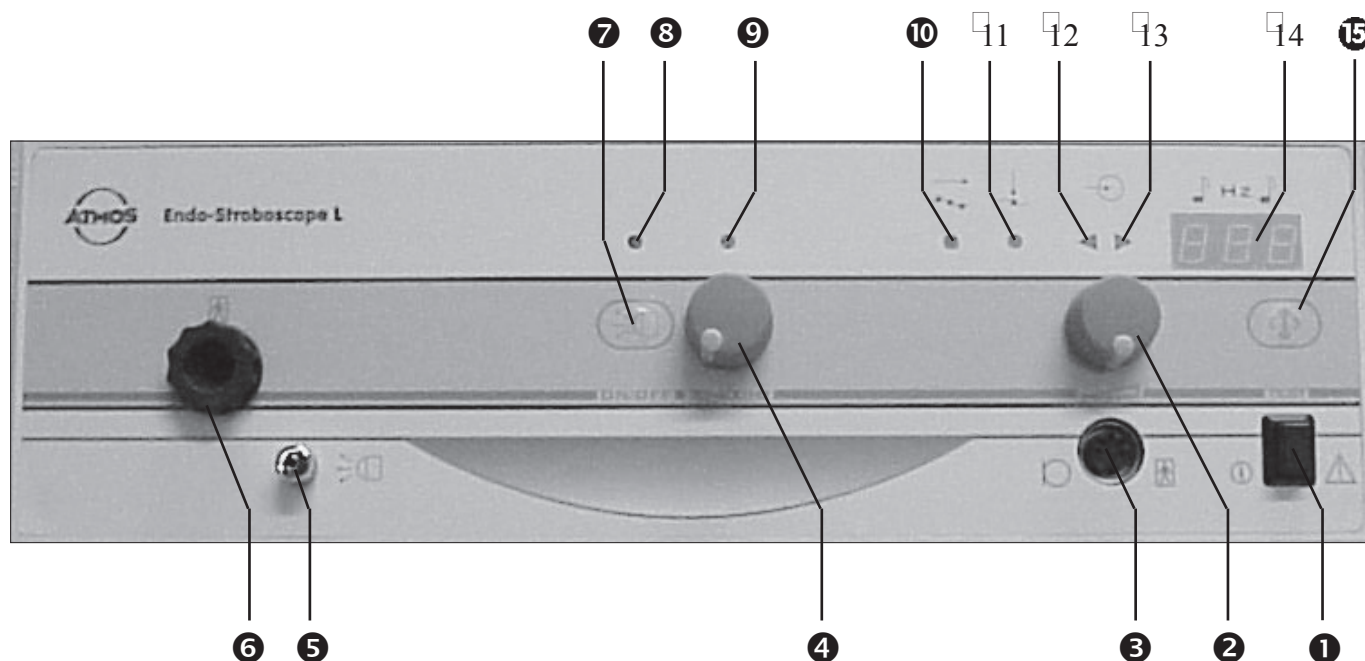
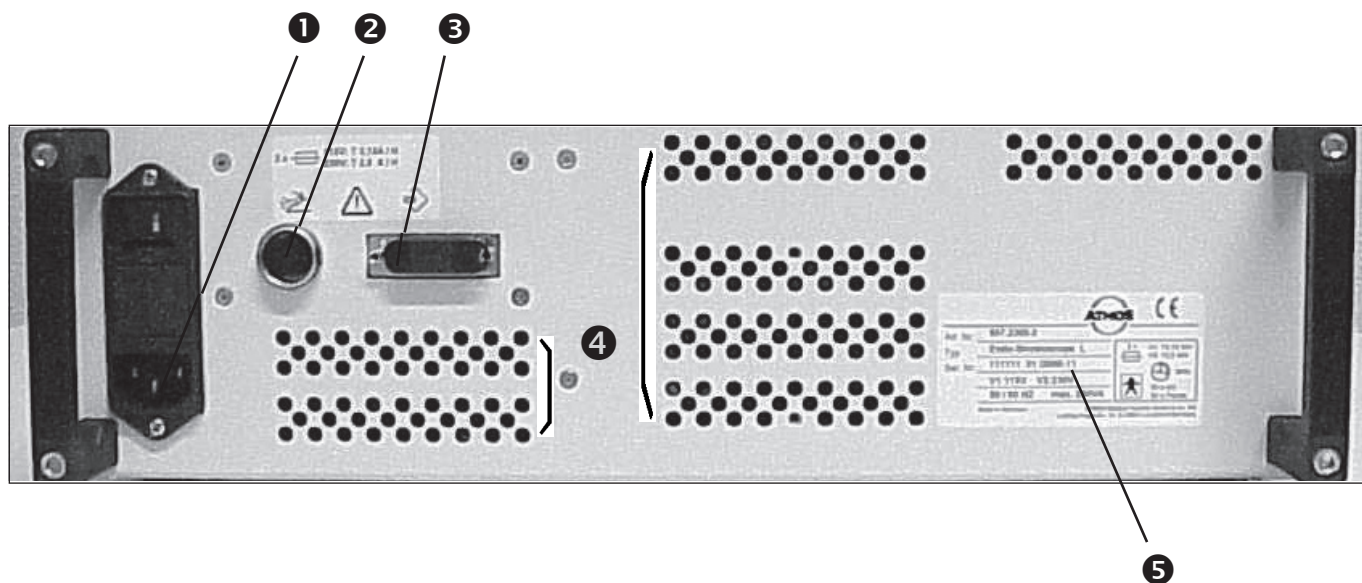

Fig. 3.
Fig. 4.
El cable de red se enchufa en la conexión a la red (❶, Fig. 4, Pág. 11) situada en la parte superior del aparato. El enchufe se debe conectar a una caja de enchufe de protección que esté instalada de forma reglamentaria.
El micrófono se conecta al casquillo de entrada (❸, Fig. 3, Pág. 10) y el enchufe se fija enroscando el casquillo hacia la derecha. El pedal regulador, se enchufa y enclava al correspondiente casquillo (❷, Fig. 4, Pág. 11) en la parte posterior del aparato. El laringoscopio y el cable de fibra óptica se enchufan en la correspondiente conexión. La conexión multi-funcional (❹, Fig. 4, Pág. 11) en la parte posterior del aparato según IEC 601-1/EN60601-1, está exclusivamente para conectar aparatos médicos con los que no existe riesgo de tensiones externas.
Conecte el aparato con el interruptor de conexión y desconexión (❶, Fig. 3, Pág. 10).
Después de conectarse, el aparato realiza una verificación automática de segmentos (❷, Fig. 3, Pág. 10), durante unos segundos aparece
Durante la fonación, los dos triángulos que indican el nivel de entrada (❷ + ❸, Fig. 3, Pág. 10) deben estar iluminados con la misma intensidad. En caso contrario, debe girar el regulador de ajuste para el nivel de entrada (❷, Fig. 3, Pág. 10) en dirección del triángulo más luminoso hasta obtener más o menos la misma intensidad. Este ajuste no es un factor muy crítico y también se puede variar un poco si en determinados casos resultara ventajoso hacerlo. Sin embargo, no tiene sentido aumentar la sensibilidad muy por encima de lo necesario porque debido a la elevada sensibilidad de respuesta del aparato el ruido ambiental y los sobre-tonos empeorarían el resultado. La sensibilidad de entrada completa, normalmente sólo se necesita en el caso de pacientes que tengan la voz muy débil y al mismo tiempo un tono de voz muy alto.
Pulse la tecla (7, Fig. 3, Pág. 10) hasta que se ilumina el display (8, Fig. 3, Pág. 10). A continuación conecte el manguito de aire a la conexión (5, Fig. 3, Pág. 10).
Pulse la tecla (7, Fig. 3, Pág. 10), hasta que se apague el display (8, Fig. 3, Pág. 10).
La luz piloto necesaria para el examen de los pacientes se genera también por el tubo de rayo. Tan pronto como el generador de luz piloto se activa, se refleja en el indicador (9, Fig. 3, Pág. 10).
La frecuencia de flash puede ajustarse a la frecuencia vocal básica del paciente mediante el controlador (4, Fig. 3, Pág. 10). La luz piloto también se activa mediante el pedal regulador, sacándolo de la posición Off, con el botón de test o cuando no se recibe señal del micrófono. La duración de la luz piloto es de aprox. 15 segundos.